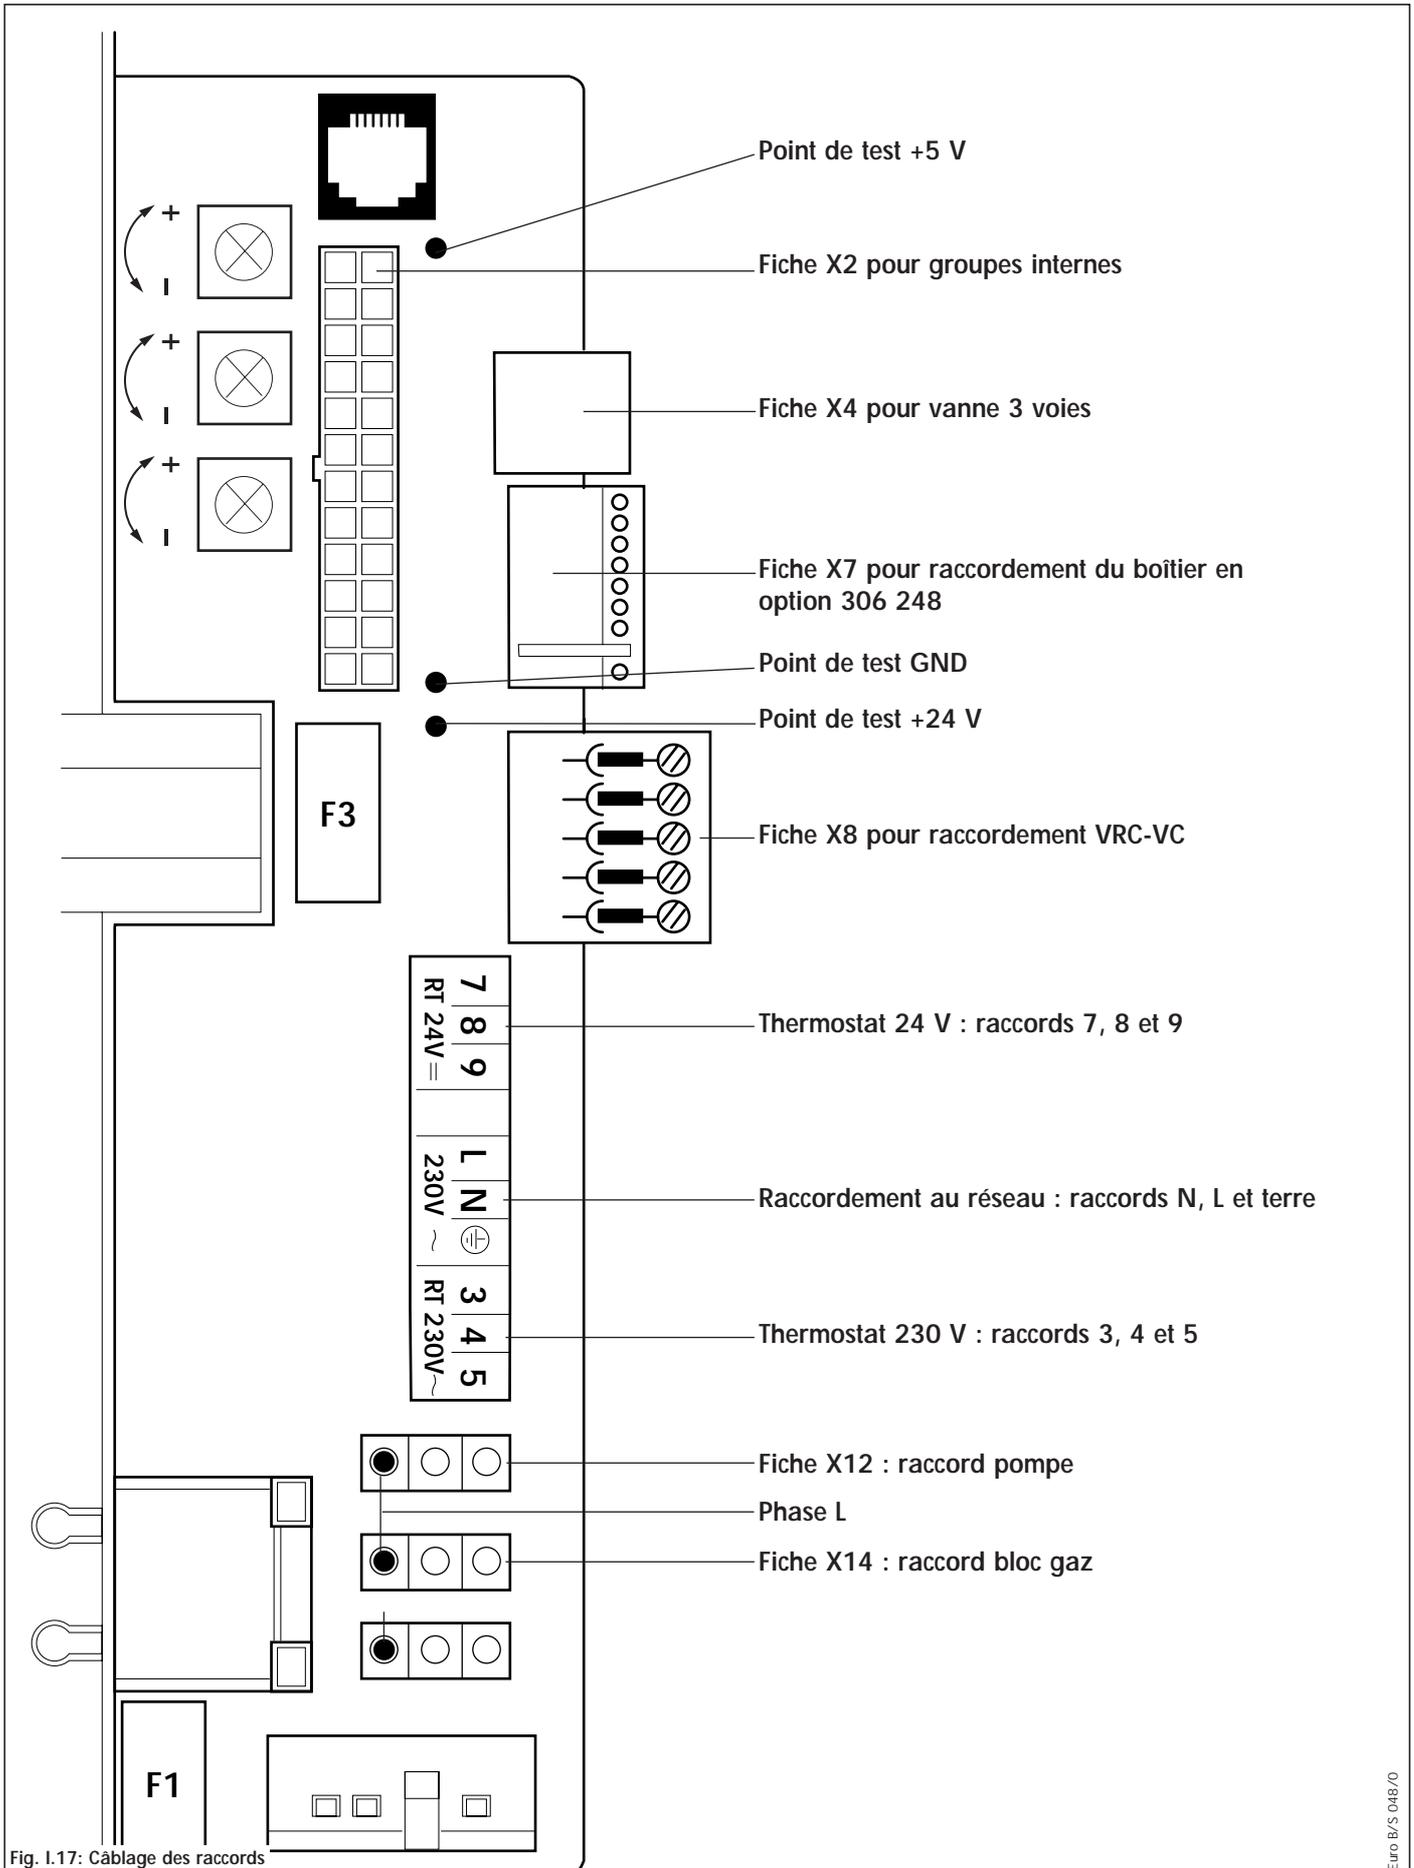

Fig. I.17: Câblage des raccords
- Reliez les câbles de raccordement au réseau N, L et la terre avec les raccords correspondants sur la platine (voir fig. I.17, page 26).
- Si nécessaire, fermez les accessoires illustrés fig. I.17, page 26 de la même manière.